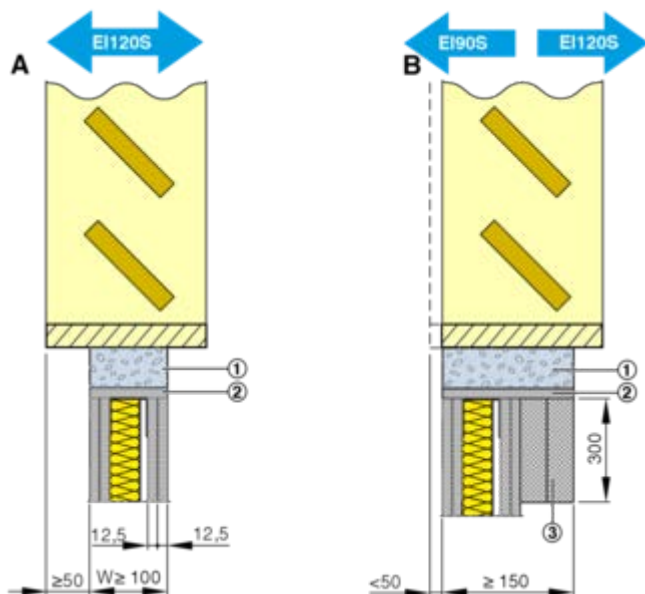

Fig. 40: EK-JZ Instalarea centrată sau încastrată pe una dintre părți (în afară <math>< 50</math> mm)
Încastrată pe una dintre părți ( Fig. 40 /B)
- De la o înălțime a clapetei de  $\ge 1030$  mm și o grosime a peretelui <math>< 150</math> mm, furnizați un suport în partea din spate sau lateral pentru clapetă ( Fig. 40 /3), de ex. cu PROMATECT LS35, L500, AD40.